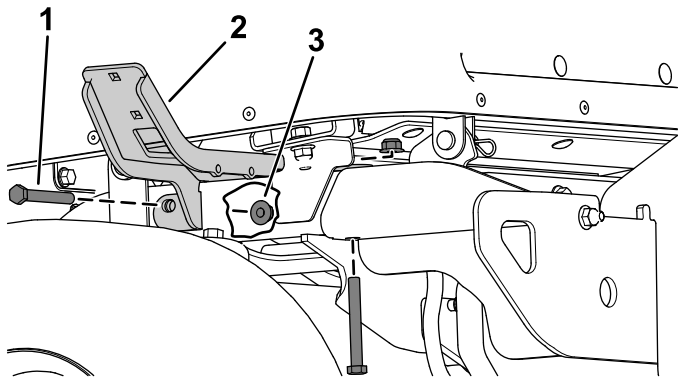

Figura 22
2. Prenda a montagem esquerda e montagem direita aos tubos da estrutura traseira utilizando dois parafusos hexagonais ( $\frac{3}{8}$  x 3 pol.) e duas porcas de bloqueio ( $\frac{3}{8}$  pol.) em cada lado (Figura 22).